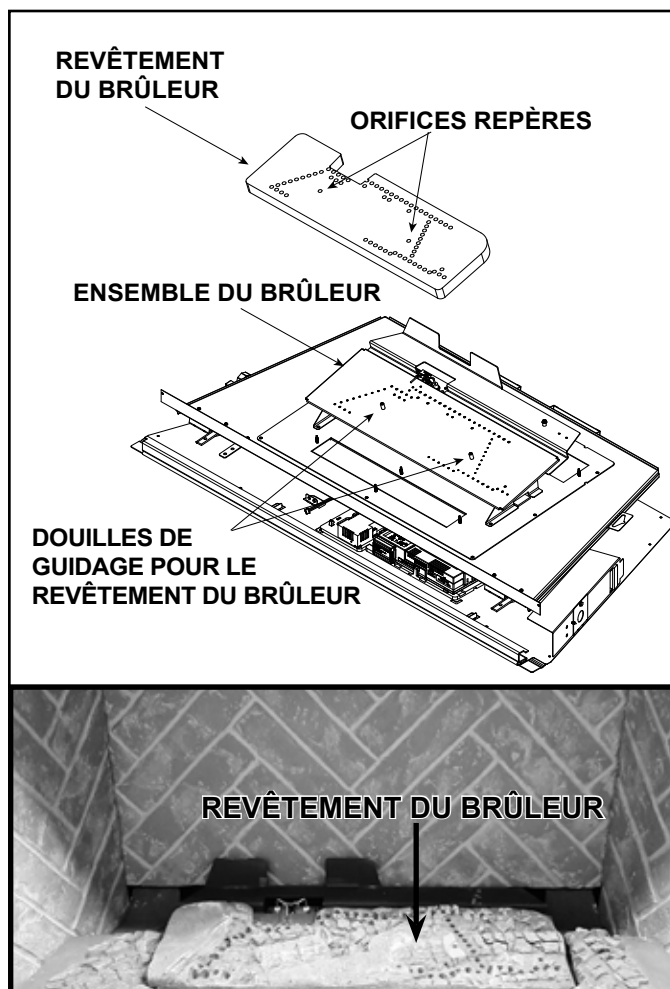

Figure 11.2 Revêtement du brûleur installé
3. Pour installer le revêtement du brûleur, faites correspondre les trous de positionnement avec les douilles de guidage. Installez le dessus en fibres du brûleur de façon à ce qu'il touche le brûleur situé dessous. Voir la figure 11.2.